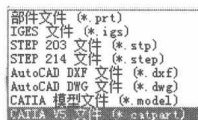

图 1-19 文件另存为格式类型
(1) 另存为
在主菜单中选择【文件 (F)】→【另存为 (A)】命令，系统弹出“另存为”对话框，如图 1-19 所示为文件另存为格式类型，选择文件类型，如“CATIA V5 文件 (*.catpart)”，再输入文件名，选择并确认保存路径，单击对话框中的 OK 按钮，将当前文件保存为“CATIA V5 文件 (*.catpart)”的格式文件。